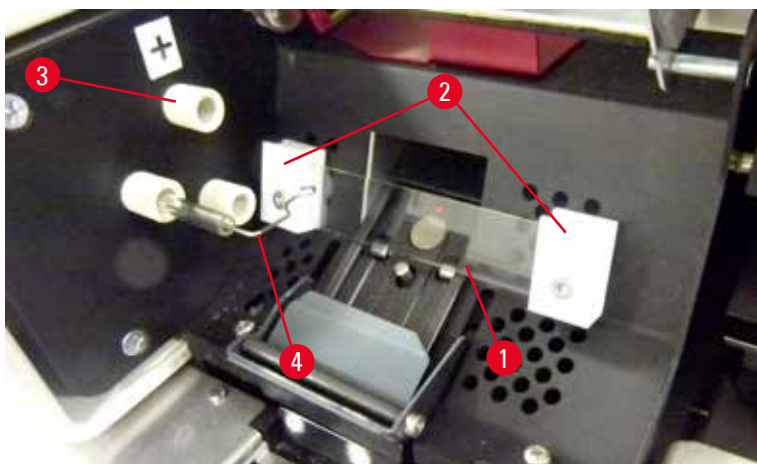

Fig. 20
5. Se till att kontaktfjädringen (→ "Fig. 19-2")/(→ "Fig. 20-4") är borttagen från lampans tändtråd (→ "Fig. 21-1") (se även (→ "Fig. 20"))).